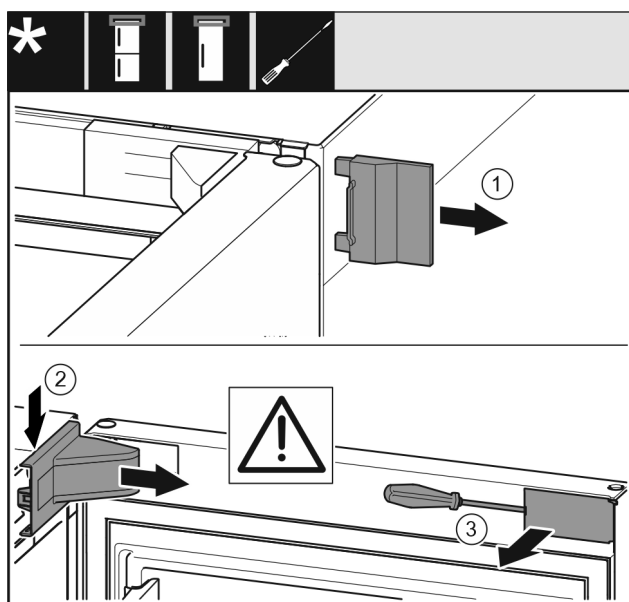

Fig. 9
- ▶ Snemite zunanji pokrov. Fig. 9 (1)
- ▶ Snemite in odstranite pokrov ležajnega podstavka. Snemite pokrov ležajnega podstavka. Fig. 9 (2)
- ▶ S ploščatim izvijačem staknite zaslonko in jo obrnite k strani. Fig. 9 (3)